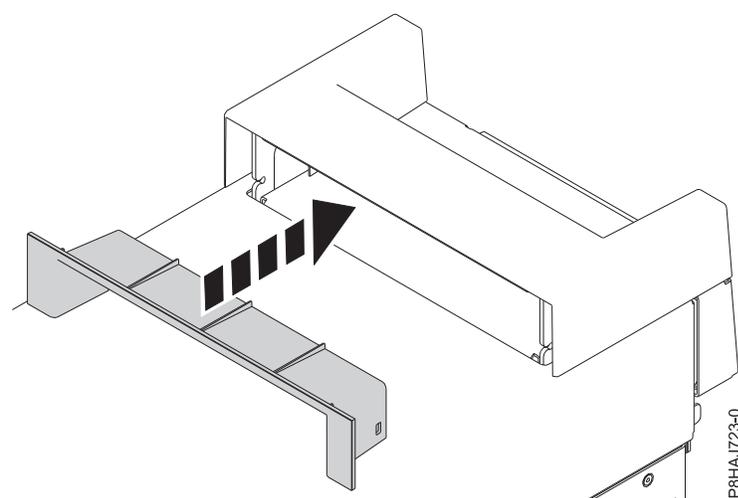

Figura 32. Inserción de la pieza en la tapa de asa en un sistema 8286-41A autónomo
2. Inserte la pieza en la tapa de asa presionándola con firmeza, tal como se muestra en la Figura 32.